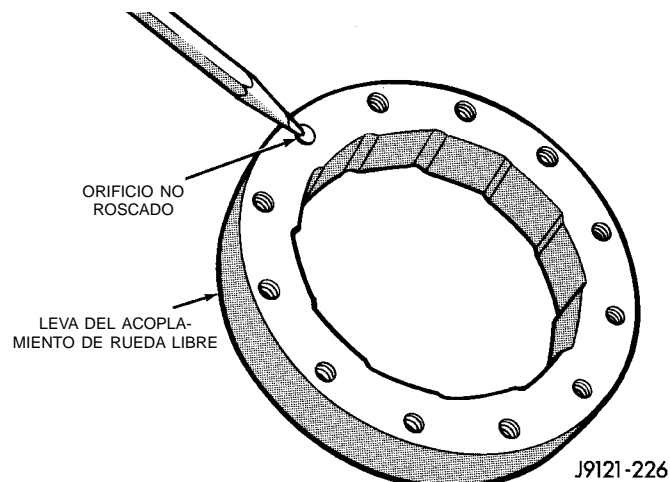

Fig. 143 Localización del orificio no roscado en la leva del embrague
(1) Examine los orificios de los pernos en la leva del acoplamiento de rueda libre. Observe que hay un orificio **sin rosca** (Fig. 143). Este orificio debe alinearse con la zona lisa en el círculo del perno de la